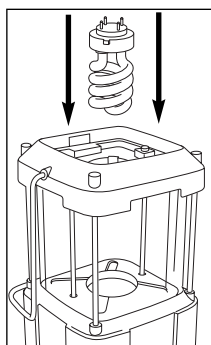

Fig. 3
3. Install new bulb and make sure notches on bulb fit correctly into grooves in lantern. (See Fig. 3.)
3. Installez l'ampoule neuve en veillant à ce que ses ergots s'adaptent convenablement dans les rainures à cet effet de la lanterne. (Fig. 3.)